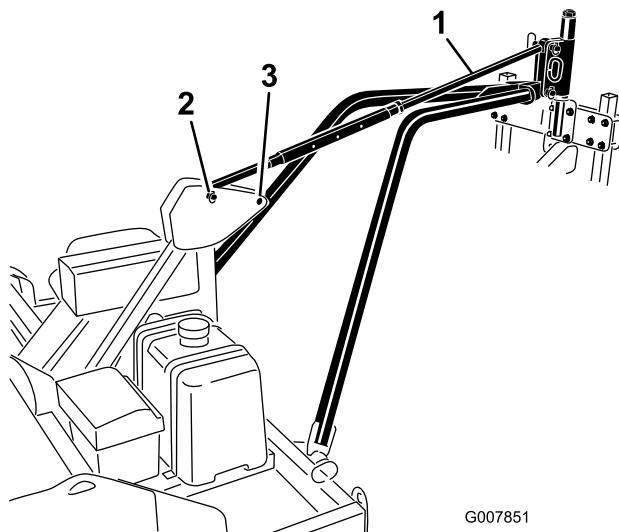

Figura 14
5. Allineate il foro della piastra di fissaggio del braccio di traino ai fori inferiori del perno girevole di attacco dell'arieggiatore Figura 14). Fissate la piastra di fissaggio del braccio di traino al perno girevole di attacco dell'arieggiatore con un perno di traino e un acciarino.
7. Fissare il perno di comando ai fori superiori del perno girevole di attacco dell'arieggiatore e al perno girevole di attacco del telaio utilizzando i perni di traino e gli acciariini (Figura 14).